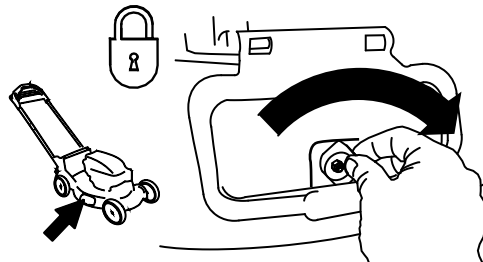

Figure 36
**Important:** Verrouillez le déflecteur d'éjection latérale après l'avoir fermé (Figure 36).